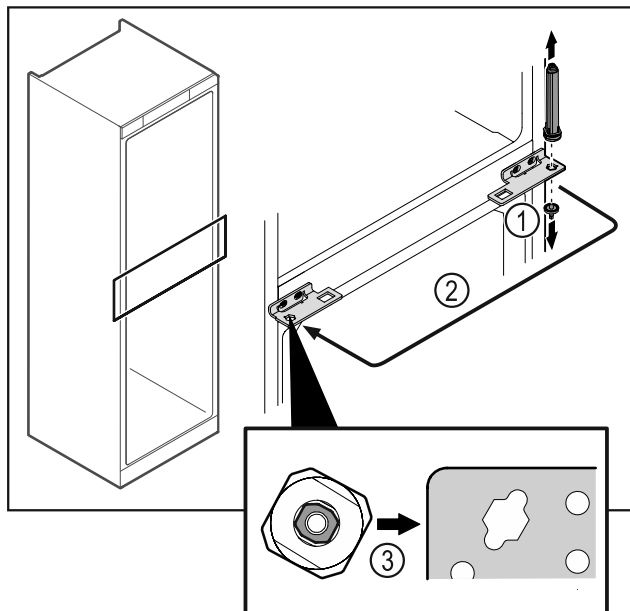

Fig. 51
- Dévisser l'axe de la charnière Fig. 51 (1).
- Changer le système de fermeture de la porte Fig. 51 (2) de côté.
- Lors de la mise en place, veiller à l'orientation correcte du système de fermeture de la porte Fig. 51 (3).